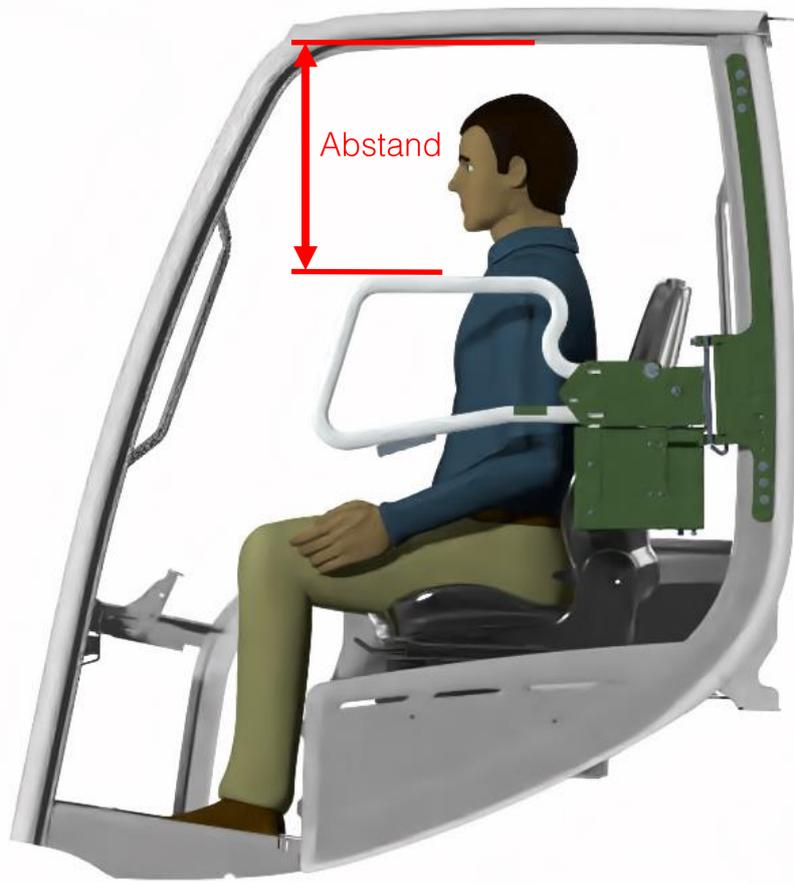

Abbildung 1: B/C-Säulenbefestigung
- Das Maß von der Oberkante des geschlossenen Bügels bis zum Dach beträgt 430 mm (RX20) und 445 mm (RX60) (siehe Abbildung 1: B/C-Säulenbefestigung)